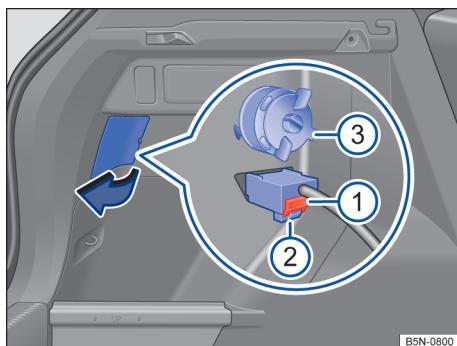

Fig. 208 Lateralmente no compartimento de bagagem: remover a lanterna traseira.
3. Abrir o recorte do revestimento lateral do compartimento de bagagem na área da lanterna traseira no sentido da seta → Fig. 208.
4. Remover a trava vermelha → Fig. 208 ① do conector e desconectá-lo → Fig. 208 ②. Caso necessário, usar a chave de fenda do jogo de ferramentas de bordo para auxiliar na soltura da trava.
5. Destrarvar o parafuso de fixação no sentido anti-horário → Fig. 208 ③.
2. Com uma mão, segurar a lanterna traseira na posição de instalação e com a outra apertar o parafuso de fixação → **Fig. 208** (3).